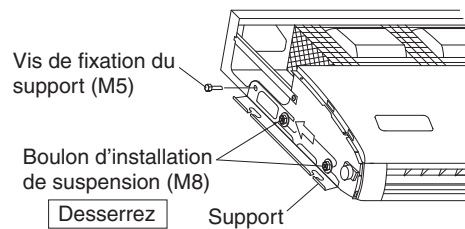

Fig. 8
- Retirez la vis de fixation pour le support sur le côté arrière (M5), tirez le support vers l'arrière (le sens de la flèche) pour retirer. **(Reportez-vous à la Fig. 8)**